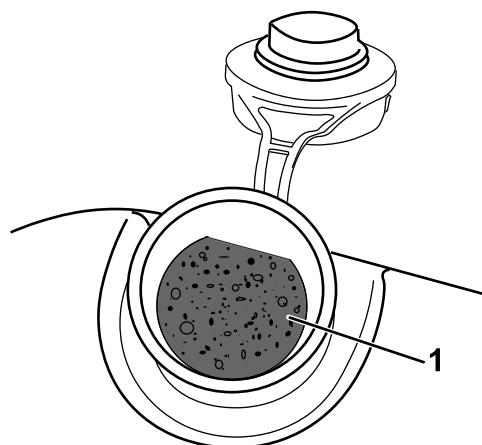

**Figura 12**
1. Limpie la zona alrededor del tapón del depósito de combustible y retire el tapón del depósito (Figura 12).